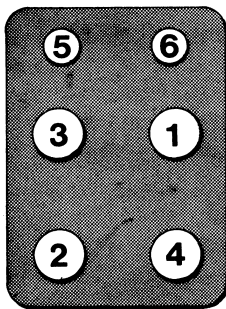

Figure 16. Schéma de serrage des écrous de culasse.
4. Serrer les écrous des culasses en plusieurs étapes et dans l'ordre indiqué sur la figure 16. Se servir d'une clé dynamométrique et serrer aux couples mentionnés ci-dessus.